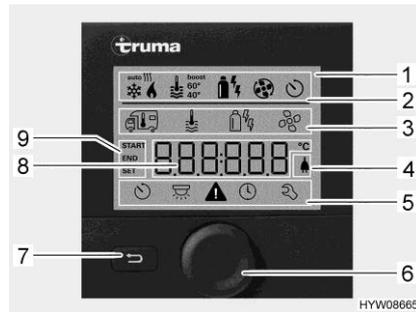
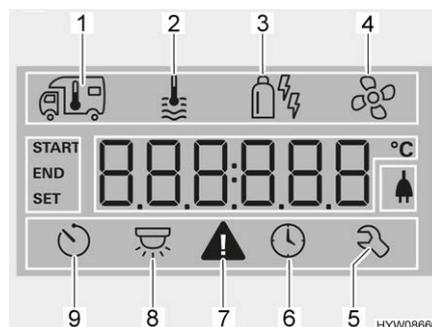

Fig. 116 Unité de commande avec affichages
Fig. 117 Écran (unité de commande)
- Ligne d'état (Fig. 116,2)
- Ligne de menu supérieure (Fig. 116,3)
- Zone d'affichage (Fig. 116,8)
- Ligne de menu inférieure (Fig. 116,5)
- Appuyer sur le bouton-poussoir tournant (Fig. 116,6) pendant env. 3 secondes. Les deux lignes de menu (Fig. 116,3 et Fig. 116,5) sont affichées. Le premier symbole clignote.
- Tourner le bouton-poussoir tournant (Fig. 116,6) jusqu'à ce que le symbole de menu désiré clignote.
- Appuyer sur le bouton-poussoir tournant pour enregistrer la valeur réglée. Si la valeur réglée à l'origine ne doit pas être modifiée : Appuyer sur la touche Retour (Fig. 116,7).
- Tourner le bouton-poussoir tournant (Fig. 116,6) jusqu'à ce que le symbole de menu du chauffage (Fig. 117,1) clignote.
- Appuyer sur le bouton-poussoir tournant pour enregistrer la valeur réglée. Le symbole clignote dans la ligne d'état (Fig. 116,2) jusqu'à ce que la température ambiante réglée soit atteinte. Si la valeur réglée à l'origine ne doit pas être modifiée : Appuyer sur la touche Retour (Fig. 116,7).
- Tourner le bouton-poussoir tournant (Fig. 116,6) jusqu'à ce que le symbole de menu de l'eau chaude (Fig. 117,2) clignote.
- Appuyer sur le bouton-poussoir tournant pour enregistrer la valeur réglée. Le symbole clignote dans la ligne d'état (Fig. 116,2) jusqu'à ce que la température d'eau chaude réglée soit atteinte. Si la valeur réglée à l'origine ne doit pas être modifiée : Appuyer sur la touche Retour (Fig. 116,7).
- Tourner le bouton-poussoir tournant (Fig. 116,6) jusqu'à ce que le symbole de menu de mode de fonctionnement (Fig. 117,3) clignote.
- Appuyer sur le bouton-poussoir tournant pour enregistrer le mode de fonctionnement réglé. Si le réglage d'origine ne doit pas être modifié : Appuyer sur la touche Retour (Fig. 116,7).
- Tourner le bouton-poussoir tournant (Fig. 116,6) jusqu'à ce que le symbole de menu du ventilateur (Fig. 117,4) clignote.
- Tourner le bouton-poussoir tournant (Fig. 116,6) jusqu'à ce que le symbole de menu de la minuterie (Fig. 117,9) clignote.
- Appuyer sur le bouton-poussoir tournant. La minuterie est activée. Le symbole de la minuterie (Fig. 117,9) clignote quand cette dernière est programmée et active.
En cas d'avertissement, le symbole correspondant (Fig. 117,7) clignote. Le chauffage continue de fonctionner. Le symbole d'avertissement s'éteint de lui-même quand il ne s'agit que d'un dérangement passager.